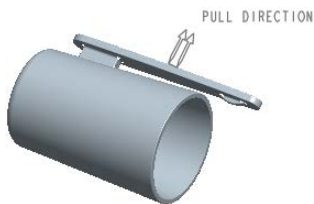
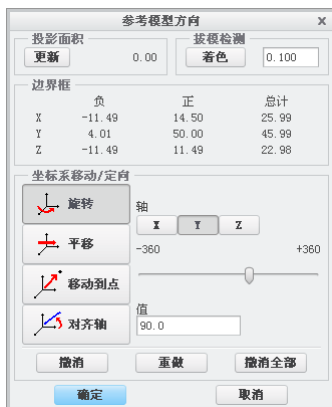
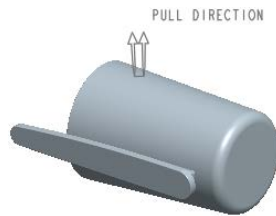

图 7.25 调整模具坐标系前
图 7.26 “参考模型方向”对话框
图 7.27 调整模具坐标系后
Step4. 在“布局”对话框的 布局 区域中单击 ☒ 单一 单选项，在“布局”对话框中单击 **预览** 按钮，结果如图 7.25 所示。
(1) 在“布局”对话框的 参考模型起点与定向 区域中单击 按钮，系统弹出“获得坐标系类型”菜单。
(2) 定义坐标系类型。在“获得坐标系类型”菜单中选择 **Dynamic (动态)** 命令，系统弹出图 7.26 所示的“参考模型方向”对话框。
(3) 旋转坐标系。在轴的区域中单击 **Y** 按钮，在“参考模型方向”对话框的 角度 文本框中输入数值 90。
(4) 在“参考模型方向”对话框中单击 **确定** 按钮；然后在“布局”对话框中单击 **确定** 按钮；系统弹出“警告”对话框，单击 **确定** 按钮。在 **CAV LAYOUT (型腔布置)** 菜单管理器中单击 **Done/Return (完成/返回)** 命令，完成坐标系的调整。结果如图 7.27 所示。